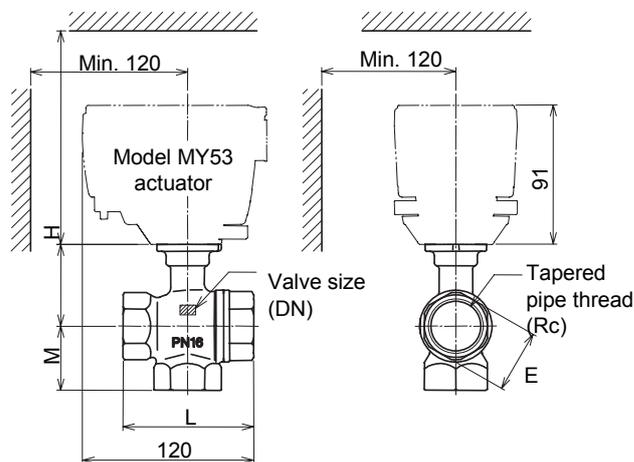

图1 执行器组装尺寸
- 2) 请安装在可维护保养的地方。可维护保养的最小空间如图1所示。安装在天花板上时，阀周围50cm以内应设置检修孔，并在阀下部配置接水盘。